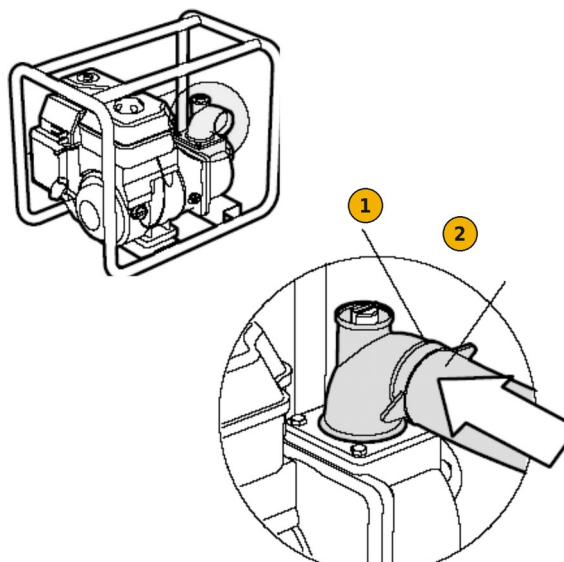

FIG. 8 — Raccordement du tuyau de refoulement : 1 collier de serrage ; 2 tuyau
- 2) Emboîtez le tuyau de refoulement et fixez-le solidement avec le collier restant (FIG. 8), pour qu'il ne se détache pas sous la pression de l'eau.